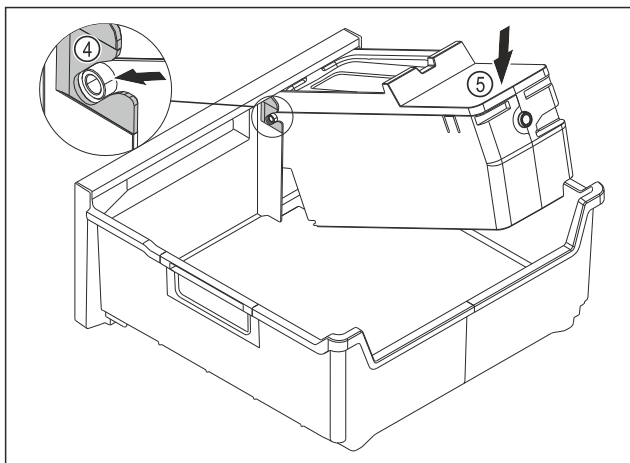

Fig. 87
- EasyTwist-Ice-Korpus montieren: Achsen des EasyTwist-Ice-Korpus in die Führungen Fig. 87 (4) einschieben.
- EasyTwist-Ice-Korpus Fig. 87 (5) hinten nach unten drücken.